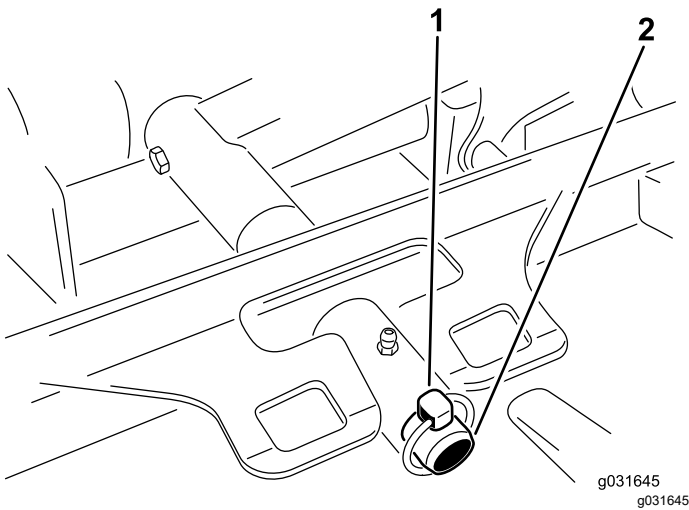

図 69
3. カッティングユニットのキャリアフレームを昇降アームのピボットピンに固定しているリンチピンまたはリテーナナットを外す **図 69**。
3. カッティングユニットのキャリアフレームを昇降アームのピボットピンに入れ、リンチピンとリテーナナットで固定する **図 69**。